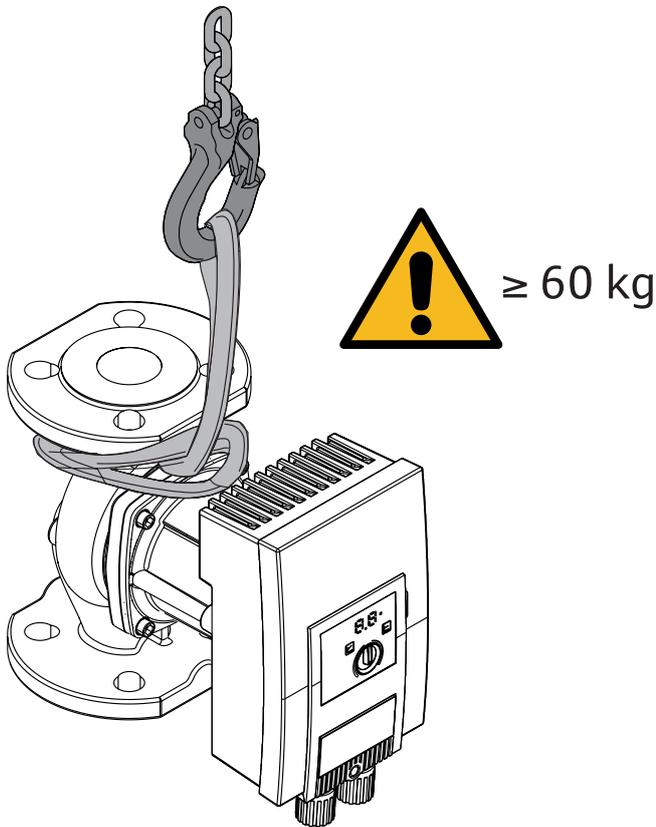

Fig. 3: Trasporto
- Tenersi solo al corpo motore o al corpo pompa → Fig. 3.